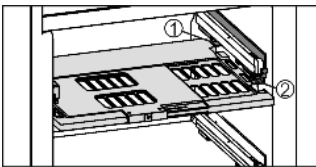

Fig. 16
- Introduire la plaque de régulation de l'humidité : insérer les travers du couvercle de la plaque par le bas dans le support arrière Fig. 16 (1) et encliqueter devant dans le support Fig. 16 (2).